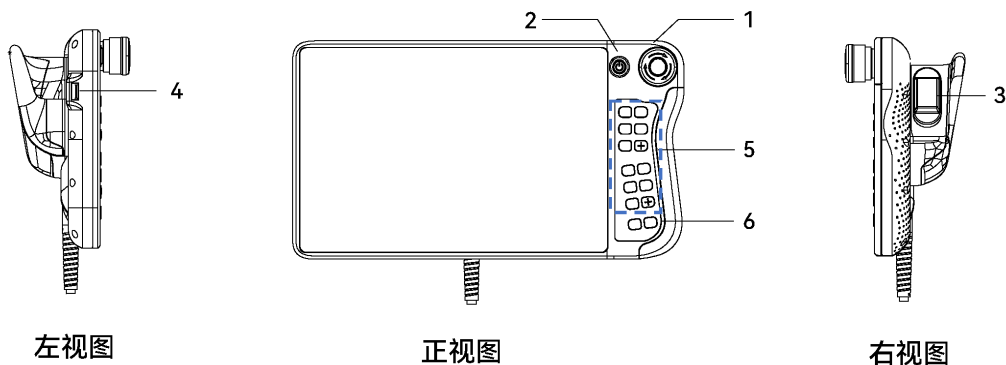

图 2-1: 示教器外观
示教器外观如图 2-1所示：
1. 附加按钮（即三位开关示教器的速度调节按键，见图 2-1）：用于启用/禁用速度调节功能。配置前，需确保已在安全 I/O 中配置三位开关输入。